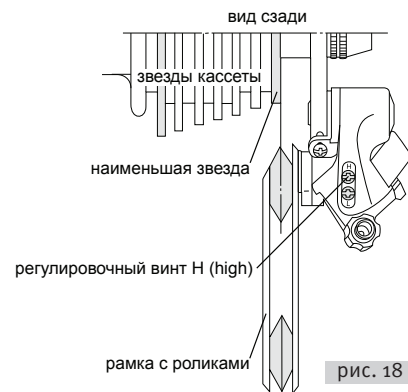

рис. 18
- 3.7.2. Вращая шатуны вперед, установите правый шифтер в положение “малая звезда”, установите цепь на самую маленькую звезду на кассете (рис. 18).
- 3.7.4. С помощью ограничительного винта Н (high) отрегулируйте крайнее внешнее положение заднего переключателя таким образом, чтобы верхний ролик заднего переключателя находился точно под наименьшей звездой (рис. 18).